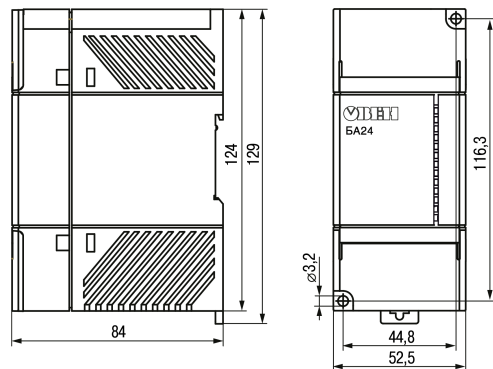

Рисунок 4.2 – Внешний вид, габаритные и установочные размеры прибора
- Убедиться в наличии свободного пространства для подключения прибора и прокладки проводов (см. рисунок 4.2). Подготовить место на DIN-рейке.
- Убедиться в наличии свободного пространства для подключения прибора и прокладки проводов (см. рисунок 4.2).